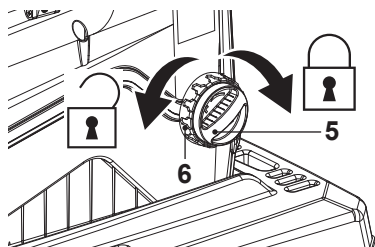

Fig. 7
2. Déverrouillez le bouton de réglage de la contre-lame [5] en tournant la bague de verrouillage (6) dans le sens inverse des aiguilles d'une montre (Fig. 7).